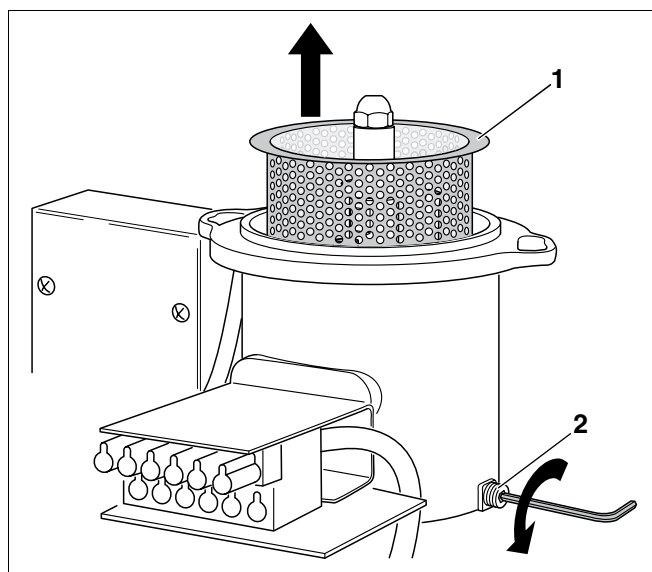

Fig. 48 Démontez le cylindre en tôle perforée
- Desserrer la vis sans tête (fig. 48, **pos. 2**) sur la partie extérieure du capot.
- Retirer le cylindre (fig. 48, **pos. 1**).
- Nettoyer le cylindre (fig. 48, **pos. 1**) avec un produit de nettoyage courant.
- Remettre le cylindre (fig. 48, **pos. 1**) en place et fixer avec la vis sans tête.